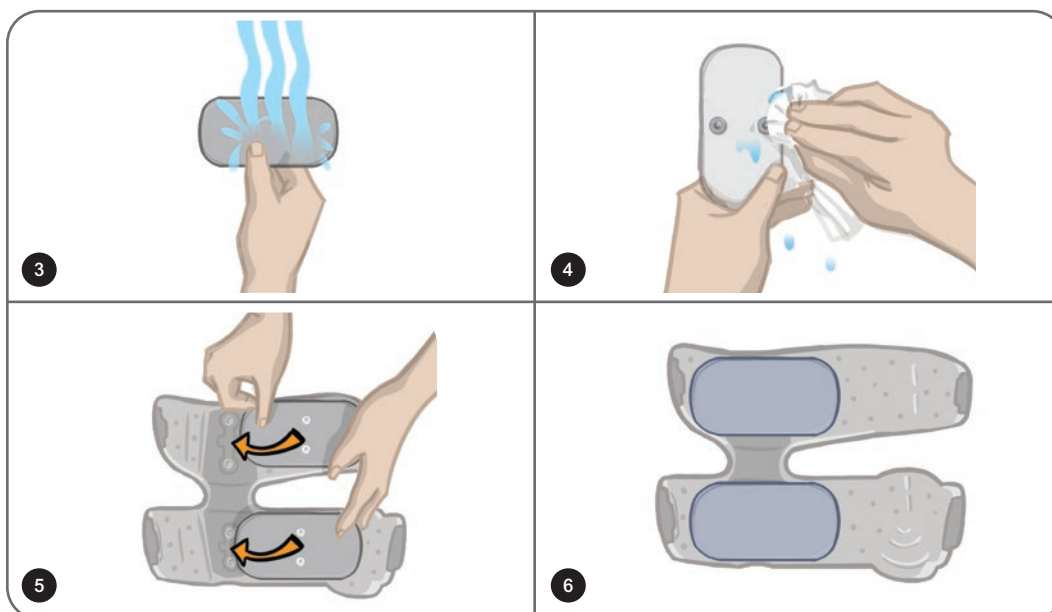

Abbildung 11-11: Austauschen der Oberschenkel-Gewebeelektroden
**So tauschen Sie die Oberschenkel-Gewebeelektroden aus: (siehe Abbildung 11-11)**